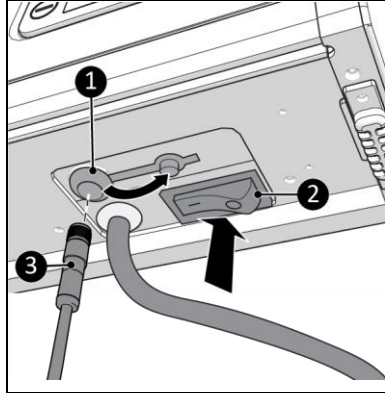

Abbildung 11
1. Stellen Sie sicher, dass sich der EIN/AUS-Schalter in der AUS-Position befindet (Abbildung 11, Pos. 2).
2. Verbinden Sie den Stecker des Temperatursensors (Abbildung 11, Pos. 23) mit dem Sensorstecker (Abbildung 11, Pos. 1).